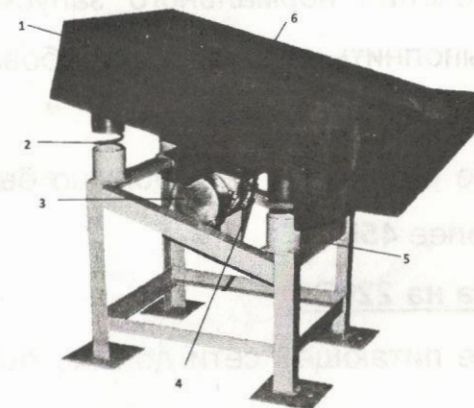

Рис. 1
6.1 Устройство ВС показано на рис. 1.